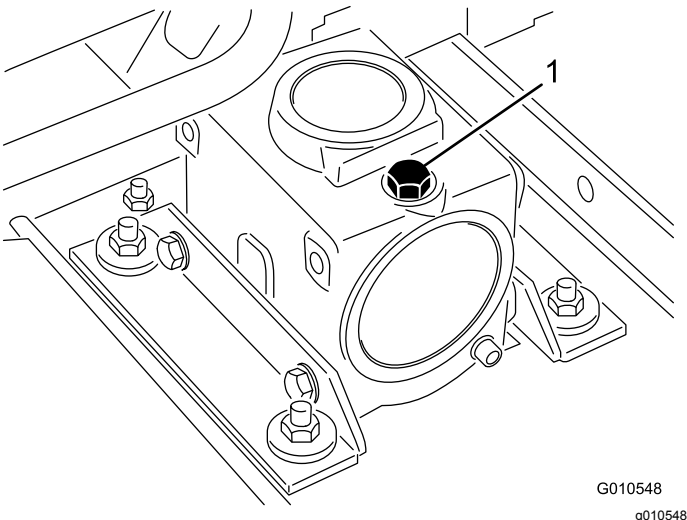

Bild 19
2. Nehmen Sie den Peilstab bzw. die Füllschraube oben am Getriebe ab (Bild 19) und stellen Sie sicher, dass der Ölstand zwischen den Markierungen am Peilstab liegt. Wenn der Ölstand niedrig ist, füllen Sie Öl ein, bis der Stand zwischen den Markierungen liegt.